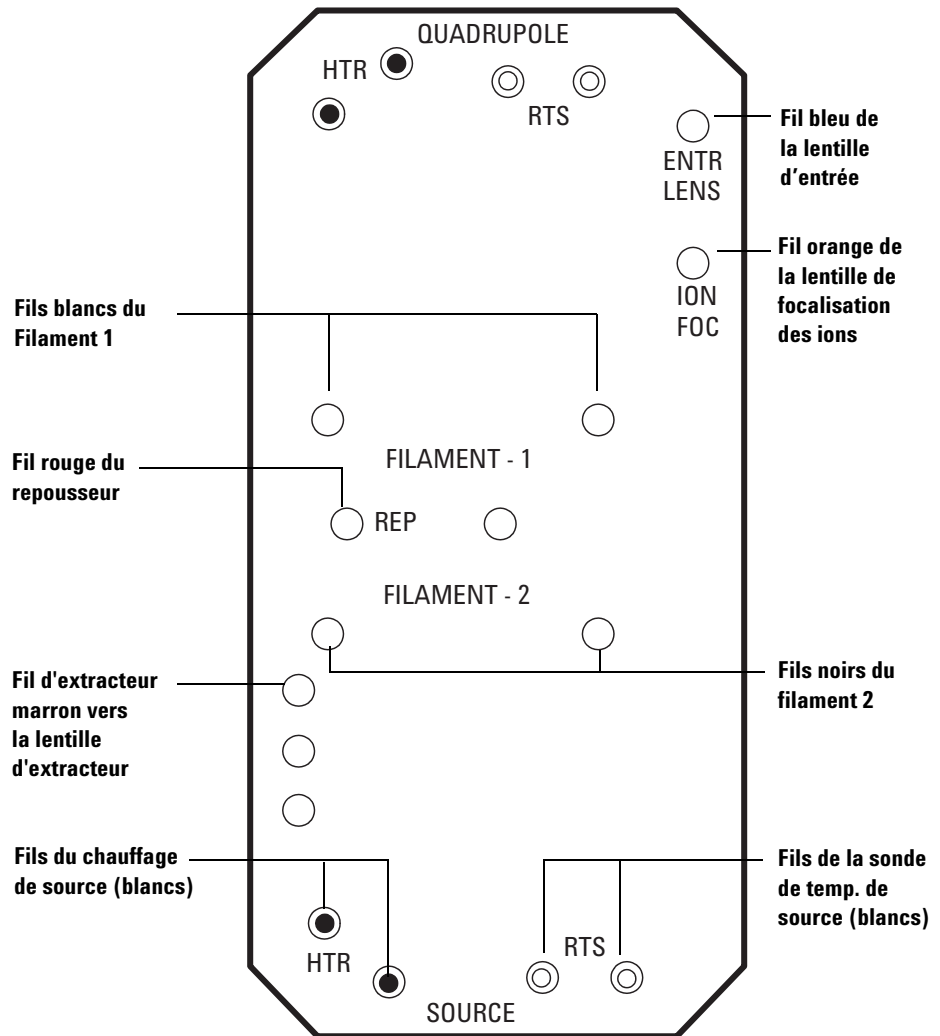
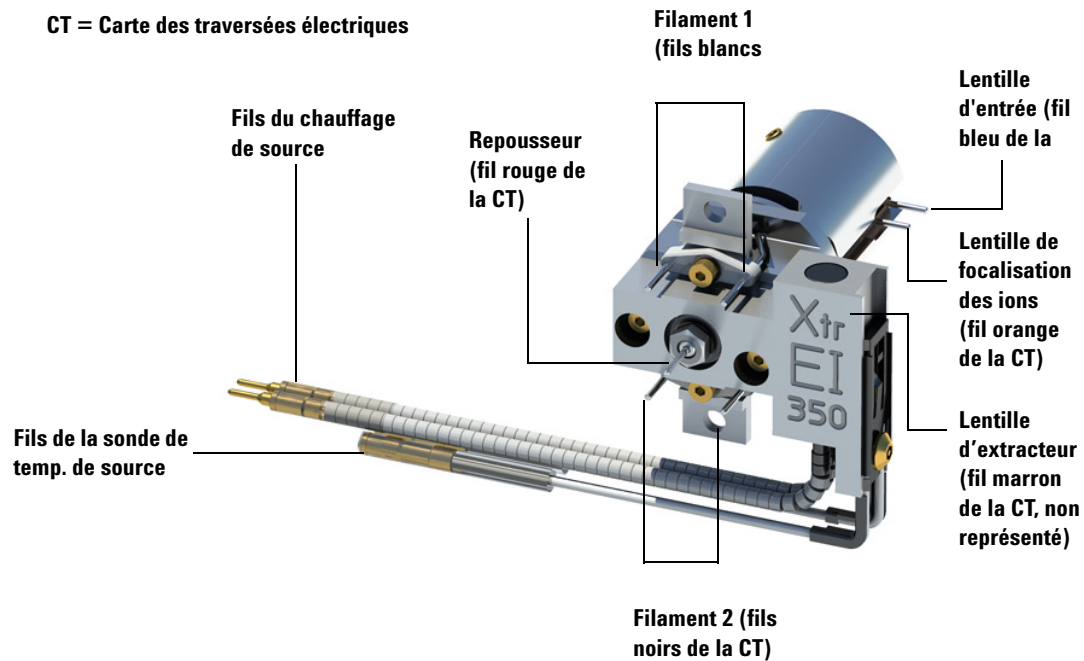

Figure 29 Câblage de la carte des traversées électriques
Figure 30 Câblage de la source
- 3 Brancher les fils de la source comme illustré à la section **Figure 30** à la page 178.
Le Tableau 22 décrit le brochage complet du câblage illustré par les Figure 29 à la page 177 et Figure 30 à la page 178. Dans le tableau, « CT » désigne la carte des traversées électriques placée à proximité de la source.
- 4 En cas de dépose d'une source d'extracteur, déposer le fil marron de l'extracteur de la carte des traversées électriques et le conserver avec la source d'ions avec extracteur à EI. Voir la section Figure 30 à la page 178.